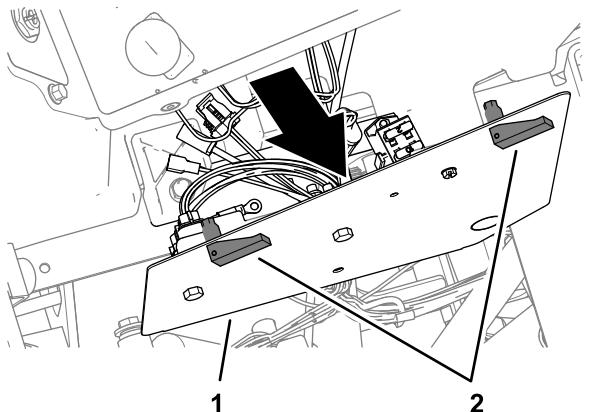

図 12
1. コントロールパネルのカバーのラッチを外す図 12。
2. 車両のワイヤーハーネスにアクセスできる程度まで、注意深くパネルを内側にずらす図 12。